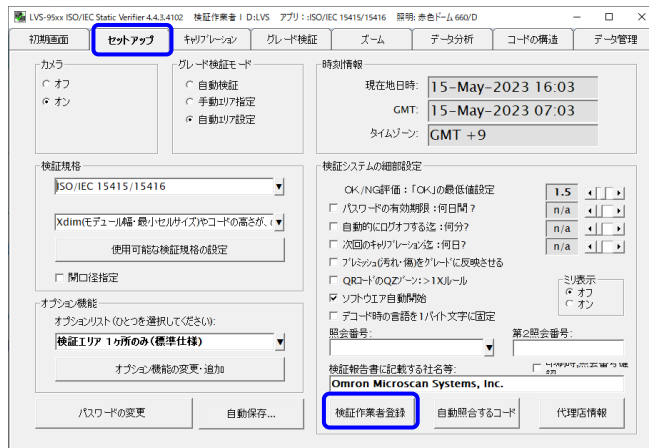

図34: [セットアップ] タブの [検証作業登録] ボタン
3. [セットアップ] タブ、[検証作業登録] の順にクリックします (図34)。